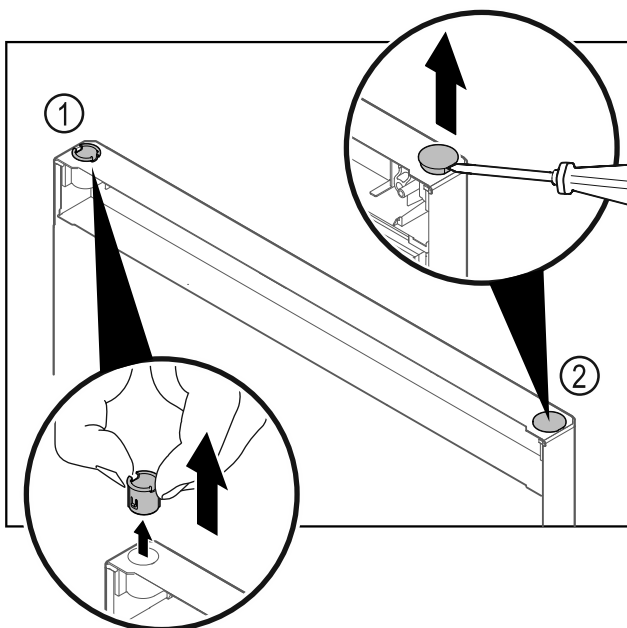

Fig. 15
- ▶ Изтеглете с пръсти втулката на пантата Fig. 15 (1).
- ▶ С плоска отвертка внимателно повдигнете покриващата тапа Fig. 15 (2) и я извадете.